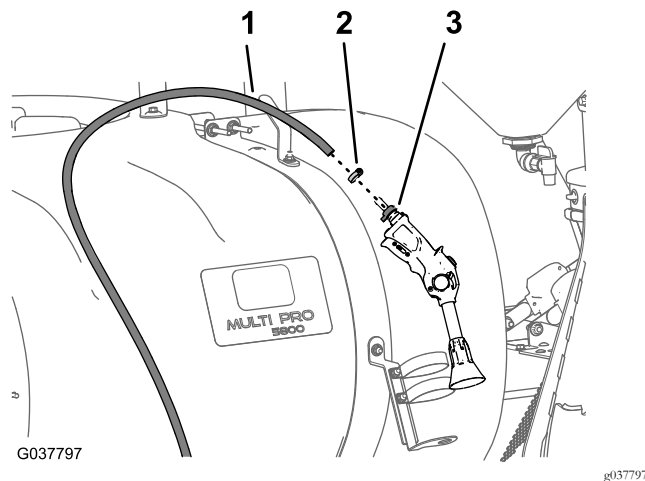

Figura 96
5. Monte o entalhe da pistola de pulverização que removeu em Retirar a pistola de pulverização do tubo de fornecimento \(página 19\) no tubo de fornecimento com uma braçadeira (Figura 96).